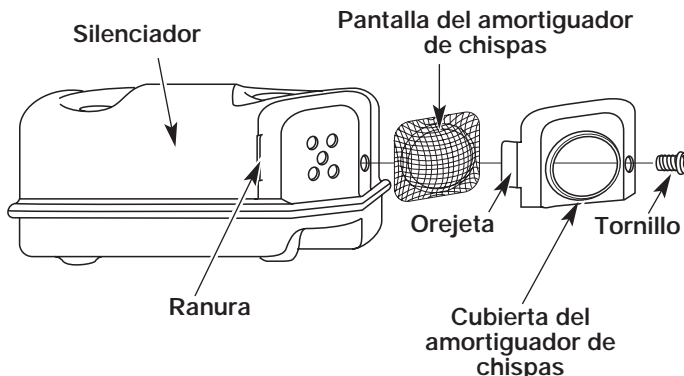

Figure 57
2. Con un destornillador de vástago plano o broca Torx T20, saque el tornillo que conecta la cubierta del amortiguador de chispas al silenciador (Fig. 57).